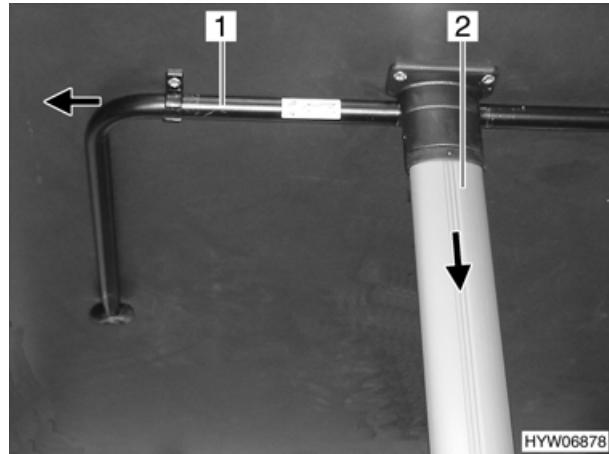

Bild 38 Tischfuß des Wohnraumtisches
- Stütze (Bild 38,1) in Pfeilrichtung drücken und ausklappen.
- Tischfuß (Bild 38,2) in Pfeilrichtung ziehen und einklappen.